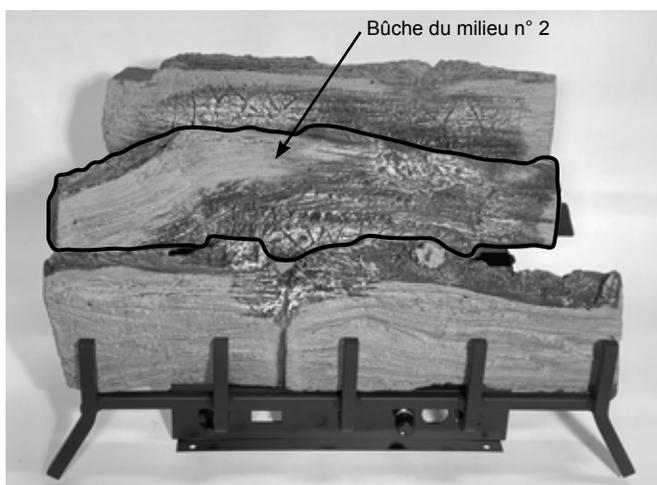

Figure 6.3 - Placer la bûche du milieu
3. Placez la bûche du milieu (n°2) sur le support du milieu. La bûche sera placée sur le côté droit du support. Reposez le coin inférieur gauche de la bûche avant dans l'encoche. Figure 6.3